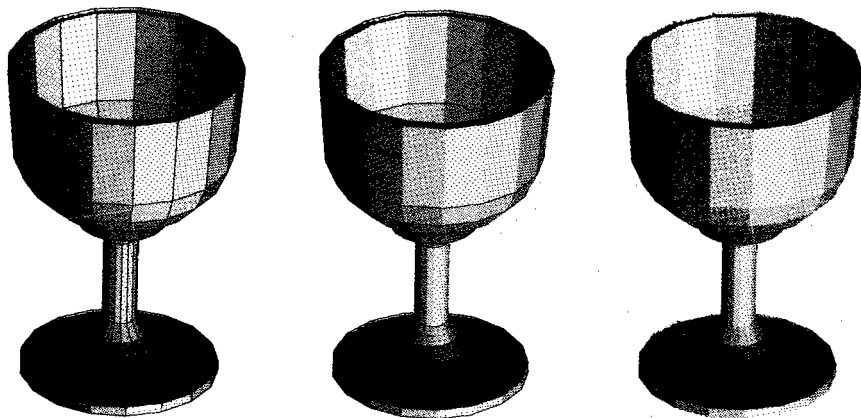

Bild 7. Hier ist der Unterschied zwischen den Verbindungsvorschriften 0, 1 und 2 zu sehen
D. – Schattierungs-Modus an/aus: Auch schattierte Grafiken sind mit Giga-CAD möglich. Dabei holt das Programm 64 beziehungsweise in Multicolor 192 verschiedene Graustufungen durch unterschiedliche Rastermuster aus der Trickkiste. Dabei wird der Körper so schattiert, als würde er von der Sonne angestrahlt. Der Rechenaufwand ist der gleiche wie bei Hidden-Line-Grafiken. Jedoch werden hier die sonst weißen Flächen mit dem jeweiligen Muster aufgefüllt. Hier kommt nun endlich die so oft angesprochene Verbindungsvorschrift zum Tragen. Veranschaulicht wird dies in Bild 7. Der erste der dargestellten Kelche wurde mit der Verbindungsvorschrift »0«, der zweite mit »1« und der dritte mit »2« konstruiert. Bei einer Kugel wäre beispielsweise die Verbindungsvorschrift »2« anzuraten. Bei Gebäuden sollten Sie aber besser Verbindungsvorschrift »0« wählen. Rotationskörper, wie der abgebildete Kelch, sind oftmals mit »1« sehr wirkungsvoll.